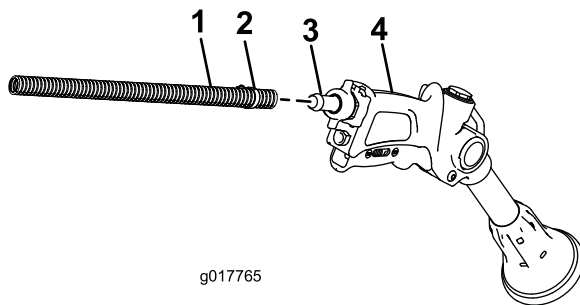

Figura 15
2. Conecte el extremo libre de la manguera larga al acoplamiento de la pistola de fumigación (Figura 15).